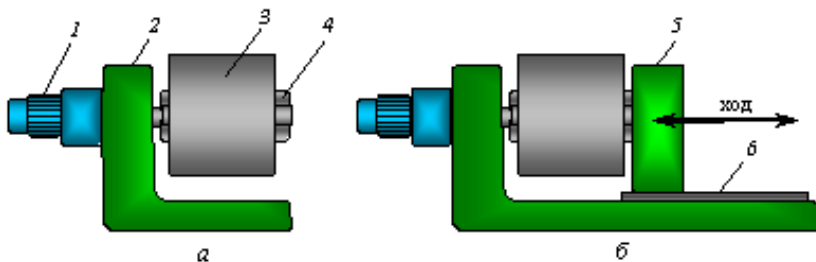

Рис. 7 - Барабанные моталки: а — консольная; б — 2-опорная; 1— мотор-редуктор; 2— корпус; 3 — бунт; 4— барабан; 5— отводная опора; 6— направляющие
*Барабанную моталку* применяют для сматывания в рулон холодного листа (рис. 7).